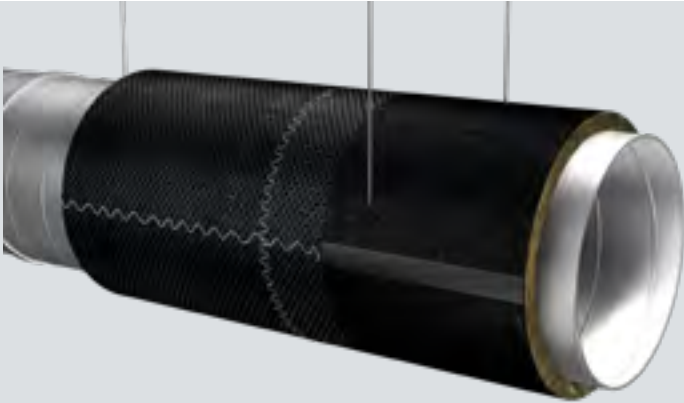
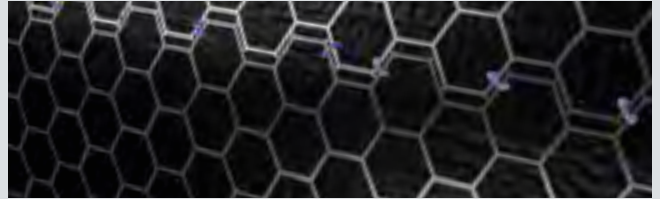

Bild 1: Kreuzverbindungen mit Bindedraht
Bild 2: Drahtschlaufen
- Drahtgeflecht aus verzinktem Stahl oder Edelstahl 20 x 20 mm, Drahtstärke $\geq 0,55$ mm auf der Fire-teK® Matte anbringen. Dabei die Längs- und Querstöße des Drahtgeflechts mit Bindedraht (Bild1), mit Drahtschlaufen (Bild2) oder mit Mattenhaken (nicht dargestellt) verschliessen.